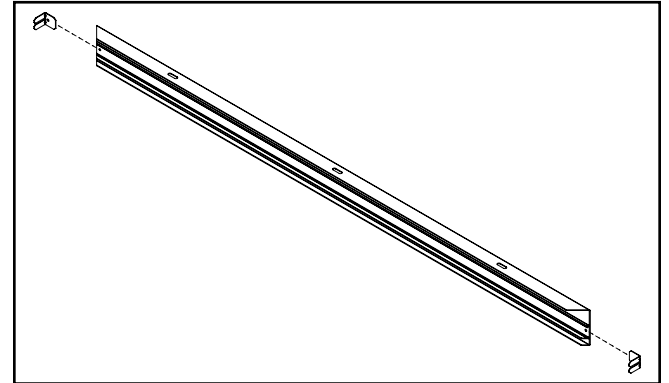

Figure 17.
- C1. Insérez les supports en L dans la fente située de chaque côté de l'un des rails longs. (figure 17.)